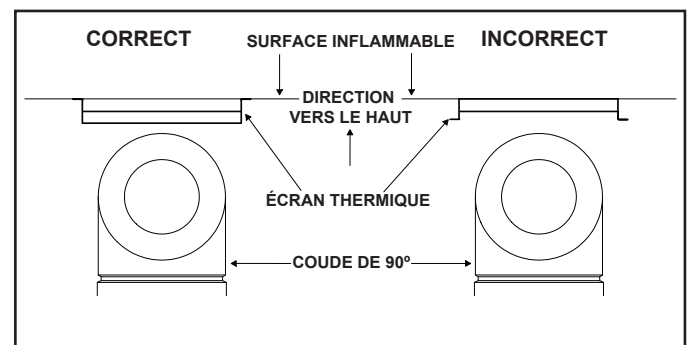

Figure 4.10
4. Attachez l'écran en place en utilisant les quatre trous de guidage prévus dans la pièce. L'écran devrait être orienté de telle sorte que la partie la plus longue de 305 mm (12 po) soit orientée dans la même direction où pointe le coude. L'écran devrait être centré directement au-dessus du coude et positionné en vue d'obtenir un vide d'air de 25 mm (1 po) entre l'écran et la surface inflammable. Voir la figure 4.10.